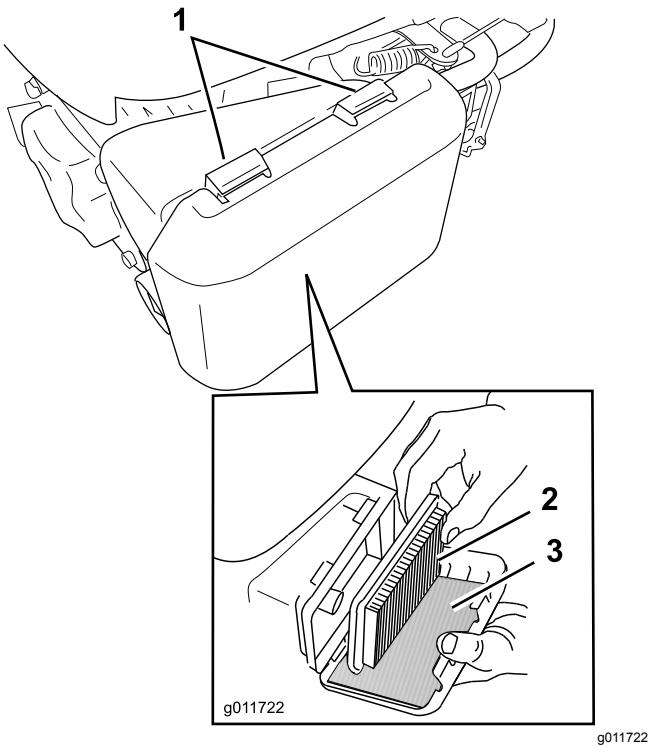

Figura 25
- Premete sulle linguette di chiusura sul coperchio del filtro dell'aria (Figura 25).
- Estraete il filtro aria di carta e il prefiltro in schiuma sintetica (Figura 25).